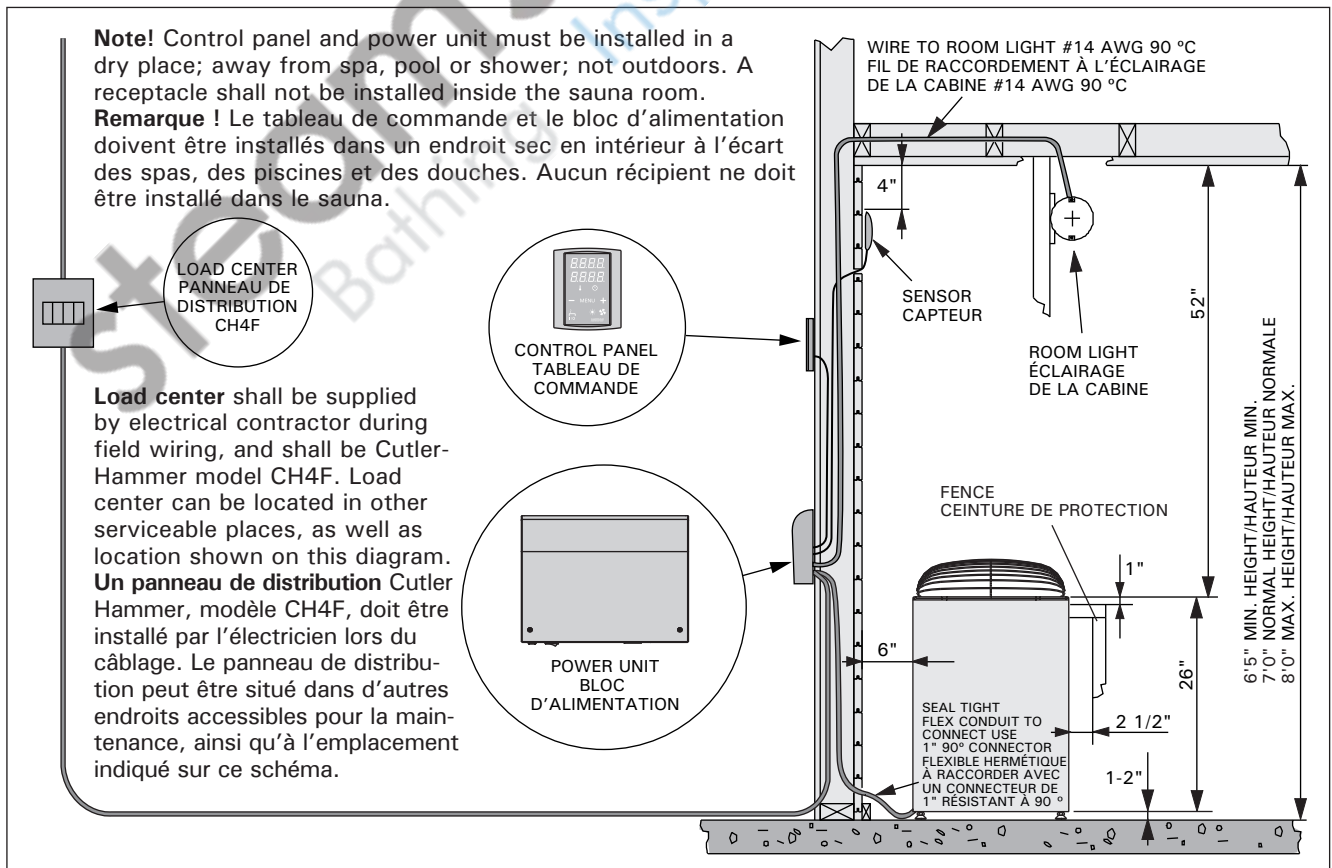

Figure 2.
- The location of the heater fulfils the minimum requirements concerning safety distances given in figures 2–6 and table 1.
- L'emplacement du poêle répond aux exigences de distances de sécurité minimales données dans les figures 2–6 et le tableau 1.
1. Remove heater from carton and place in proper location in sauna room. Observe proper clearances as per figures 2–6 and table 1. After final hookup, electrical contractor should secure heater to floor with at least two screws or bolts.
1. Sortez le pôle du carton et posez-le à un emplacement approprié dans la cabine du sauna. Respectez les dégagements indiqués dans les figures 2–6 et le tableau 1. Après le raccordement final, l'électricien doit fixer le pôle au plancher avec plusieurs vis ou boulons.
Refer to table 2 for proper wire size and amperage. See figures 2–6 for required clearances. Use copper wire from breaker to wall-mounted power unit. Supply cable must have 5 wires including insulated neutral and separate ground.
Refer to table 2 for proper wire size and amperage. See figures 2–6 for required clearances. Use copper wire from breaker to wall-mounted power unit. Supply cable must have 4 wires including insulated neutral and separate ground.
Consultez le tableau 2 pour connaître le calibre et l'intensité corrects du fil à utiliser. Voir fig. 2–6 pour connaître le dégagement requis. Utilisez du fil de cuivre du coupe-circuit au bloc d'alimentation mural. Le câble d'alimentation doit être constitué de 5 fils, dont un fil neutre isolé et un fil de terre distinct.
Consultez le tableau 2 pour connaître le calibre et l'intensité corrects du fil à utiliser. Voir fig. 2–6 pour connaître le dégagement requis. Utilisez du fil de cuivre du coupe-circuit au bloc d'alimentation mural. Le câble d'alimentation doit être constitué de 4 fils, dont un fil neutre isolé et un fil de terre distinct.